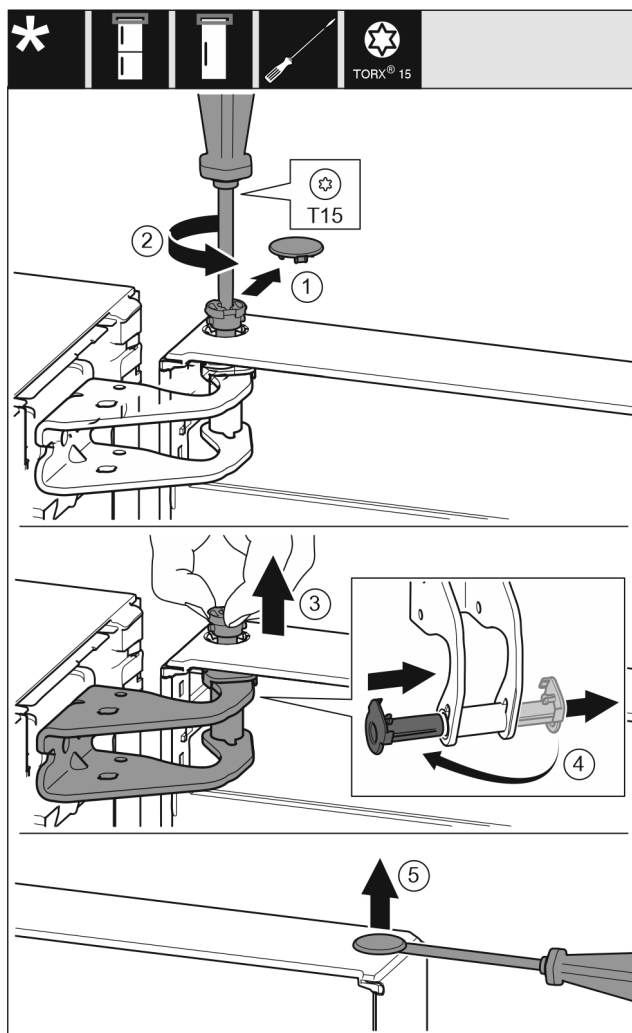

Fig. 9
- ▶ Previdno snemite varovalni pokrov. Fig. 9 (1)
- ▶ Sornik nekoliko izvijte z izvijačem T15. Fig. 9 (2)
- ▶ Držite vrata in s prsti izvlecite sornik. Fig. 9 (3)
- ▶ Ležajno dozo povlecite iz vodila. Vstavite z druge strani in pazite, da se zaskoči. Fig. 9 (4)
- ▶ S ploščatim izvijačem previdno dvignite čep iz ležajne doze vrat in ga izvlecite. Fig. 9 (5)